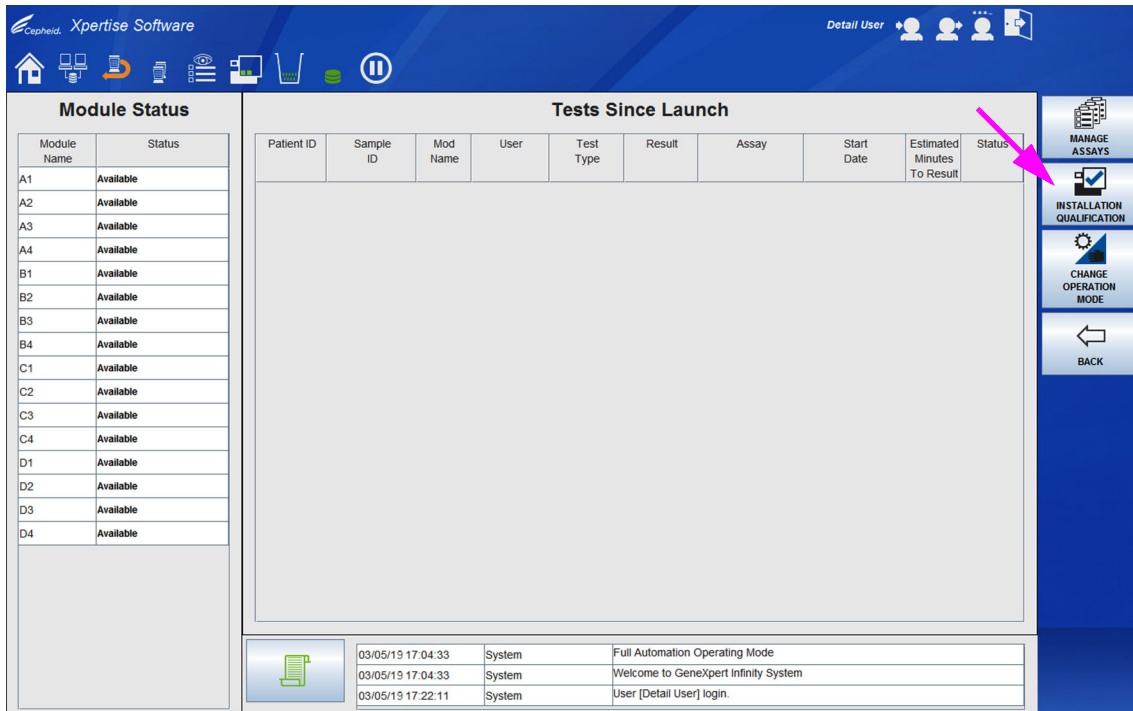

Figura 2-46. Menu Setup (Configuração)
1. Na área de trabalho inicial do software Xpertise (ver Figura 2-11), selecione o botão **SETUP (CONFIGURAÇÃO)** e, em seguida, selecione o botão **INSTALLATION QUALIFICATION (QUALIFICAÇÃO DA INSTALAÇÃO)**. Ver Figura 2-46.
O menu Setup (Configuração) ilustrado na Figura 2-46 vai conter botões adicionais se tiver iniciado sessão como um administrador.